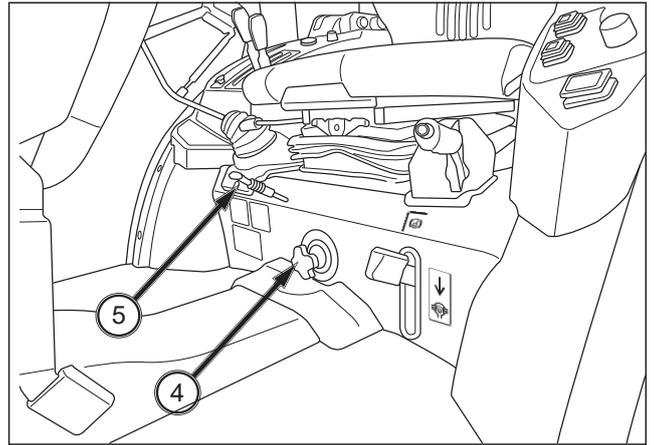

FIG. 66
FIG. 66: El mando de control de la velocidad de descenso (4) ajusta la velocidad de descenso del elevador de 3 puntos y del implemento. Gire el mando en sentido horario para disminuir la velocidad de bajada, y gire el mando en sentido antihorario para aumentar la velocidad de bajada (disminuir el tiempo de bajada).
FIG. 66 & 67: Tirando de la palanca de enclavamiento (5) para fijar la posición libre, se puede utilizar la palanca del mando de control (6) para determinar la posición de la pluma del cargador frontal y la posición del contenedor. Después de la operación, bloquee la palanca de control del mando de control (5) para evitar accidentes, empujando la palanca de bloqueo (6) a la posición de bloqueo.